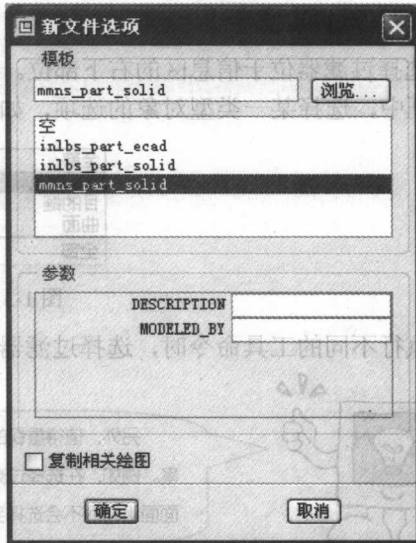

图 1-5 “新文件选项”对话框
- ③ 在出现的“新文件选项”对话框中的“模板”选项组中选择 mmns_part_solid，如图 1-5 所示，单击“确定”按钮。